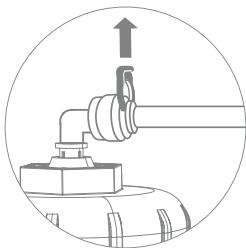

Рис. 19
- Удалите стопорную клипсу, удерживая цанговое кольцо прижатым к основанию фитинга (рис. 19), аккуратно извлеките пластиковую трубку из посадочного места.